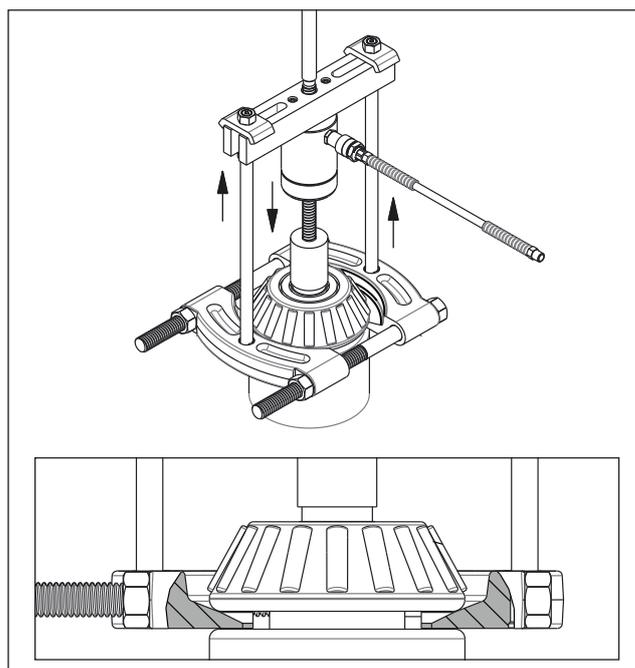

図12: ベアリングセパレーターアタッチメント – 「B」方向 (一般的)
ただし、作業スペースが非常に限られている用途の場合は、アタッチメントを図12に示すような「B」の方向に取り付けて、牽引の手順を開始する必要があります。この方向の場合は、各セパレーターの片側のくぼんだ面が、取り外す部品に対して配置されます。
- 取り外すベアリングにプーラーを取り付けます。プーラーのレッグとベアリングカッブプーラーのジョーを調整します。図12を参照してください。